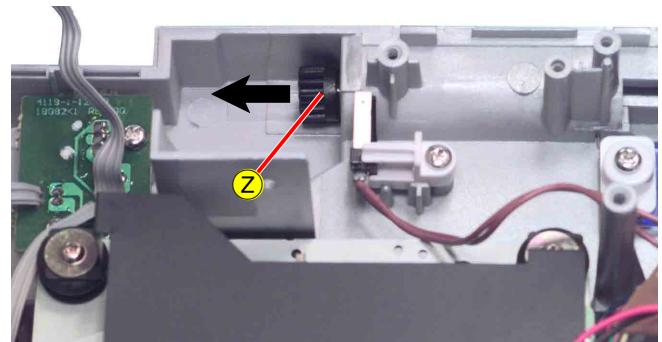

Fig. 16
- CD-Tür-Achse Ⓥ (Fig. 16) in Pfeilrichtung abziehen.
- Pull out the CD door axle Ⓥ (Fig. 16) in direction of the arrow.